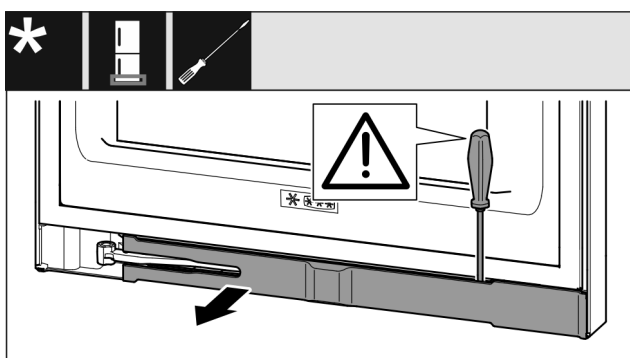

Fig. 17
- ▶ Plochým šroubovákem vyjměte záslepku a otočte ji ke straně. (viz Fig. 17)